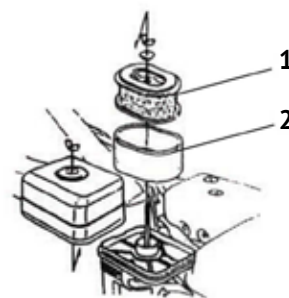

рис.7
- открутить гайку - барашек и снять крышку, как показано на рис.7;
- извлечь и осмотреть бумажный (рис.7 поз.1) и пенный (рис.7 поз.2) элементы воздушного фильтра;